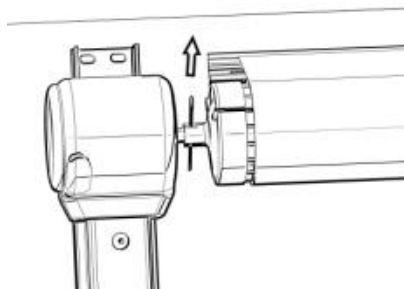

Figure C24
3. 9 Rimuovere il perno di sicurezza sul lato opposto al motore dell'avvolgitore (Figura C24) Allentare il braccio pieghevole e tendere il rotolo di tessuto.